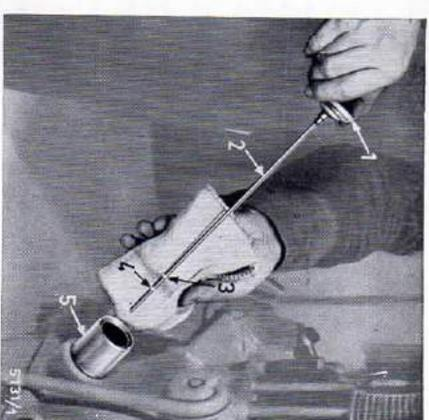

Fig. 18
B 1 Vérifiez le niveau d'huile **journellement**, pour le moins toutes les dix heures de marche. Le pour se trouver à l'arrêt doit être placé **horizontalement**. Trouvez la jauge de niveau d'huile (2) maintenue par le couvercle (1) — Figure 18 — de l'orifice de remplissage d'huile, essuyez la avec un chiffon qui ne s'effiloche pas, replongez la dans le carter jusqu'à sa butée et retirez la à nouveau. Le niveau d'huile doit atteindre la marque supérieure (3) portée sur la jauge; s'il ne devrait atteindre que la marque inférieure (4) le compléter en versant de l'huile par l'orifice (5). Vous éviterez ainsi des incidents sur le moteur par grippage des pistons et des paliers.
N'oubliez pas d'éloigner aussi les boues de décontamination qui se sont déposées dans le corps du filtre, en dévissant le bouchon de purge (3). Si le bouchon de purge (3) n'existe pas sur votre moteur, nettoyez le filtre à huile en vous reportant aux indications du paragraphe **B 12**. Après la vidange revissez le bouchon de purge. Par l'orifice (4) faites le plein d'huile **jusqu'à ce que le niveau atteigne la marque supérieure** (3) – Fig. 18 –. Après une marche de courte durée vérifiez à nouveau le niveau de l'huile.